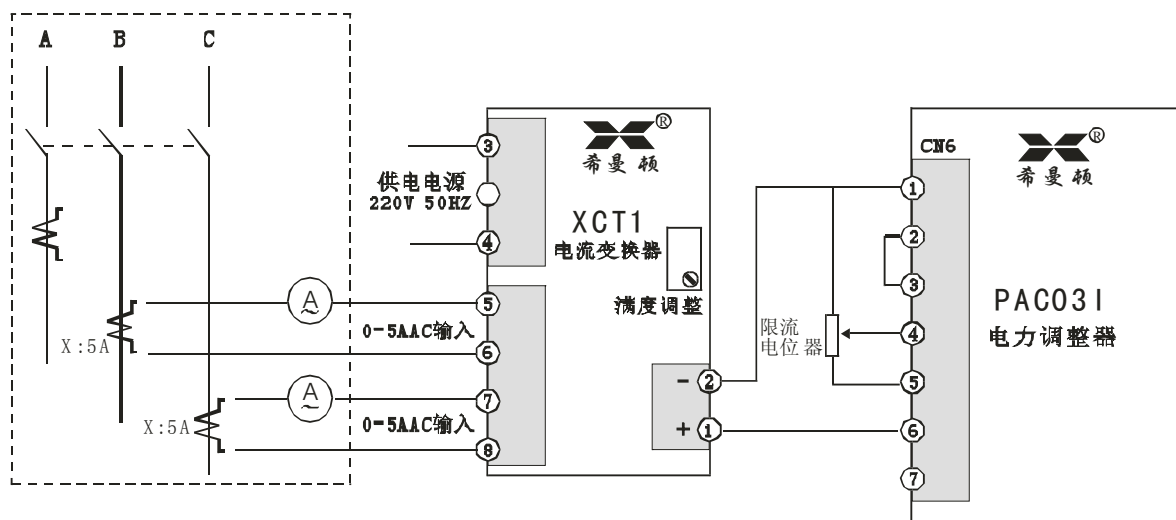

图 9 XCT1 与 PAC03I 接线图
7.1.3.2: 按图 9 进行接线后，参见 5.3 的内容进行调试。